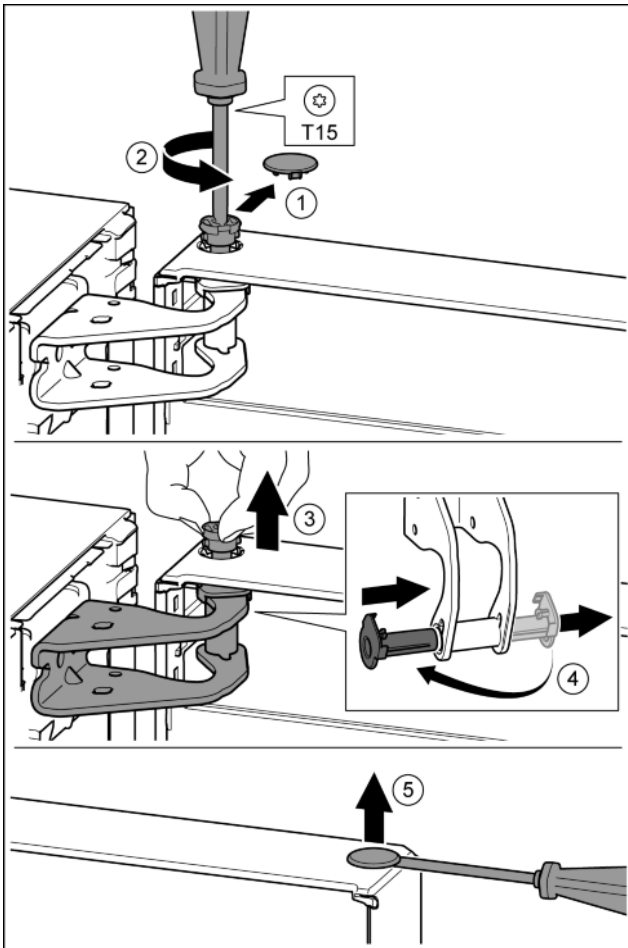

Fig. 9
- ▶ Свалете внимателно предпазния капак. Fig. 9 (1)
- ▶ С отвертка T15 отвийте малко болта. Fig. 9 (2)
- ▶ Дръжте здраво вратата и с пръсти извадете болта. Fig. 9 (3)
- ▶ Извадете лагерната втулка от водача. Поставете от другата страна и фиксирайте. Fig. 9 (4)
- ▶ С плоска отвертка внимателно повдигнете тапата от лагерната втулка на вратата и я извадете. Fig. 9 (5)